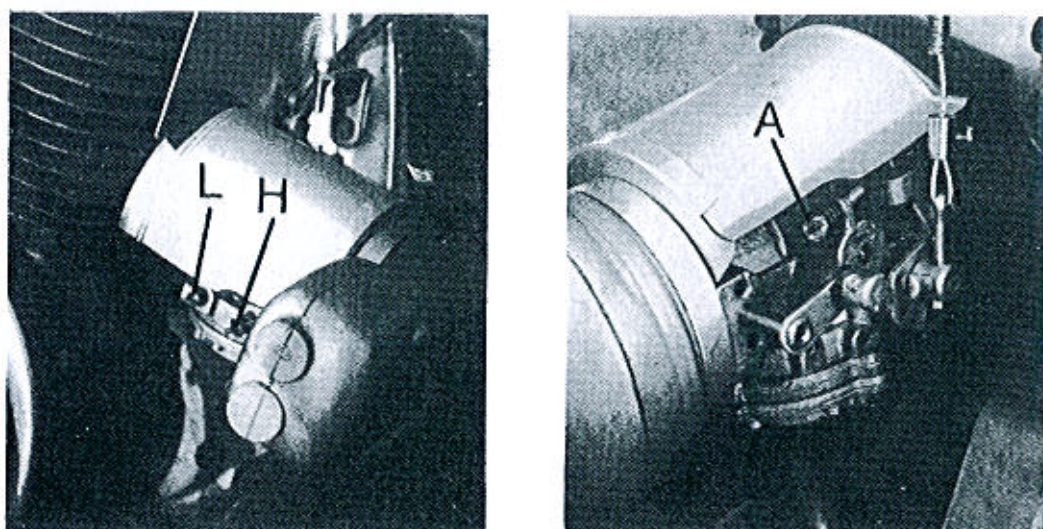

Bild 1.
1. Stäng båda munstyckena märkta L och H genom att vrida justerskruvarna åt höger, se bild 1.